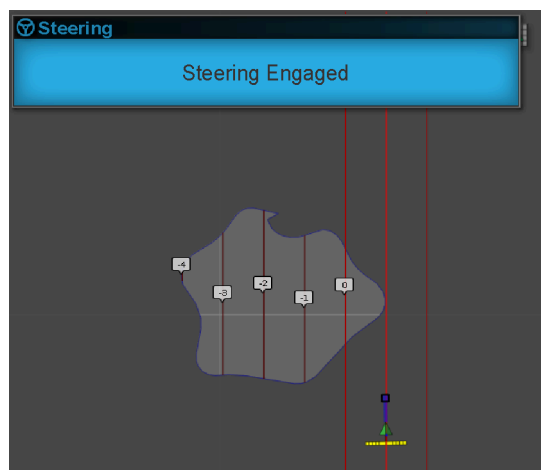

Figure 35
- DIRECTION ENGAGÉE – une alarme visuelle s'affiche à l'engagement de la fonction direction assistée (Figure 35).